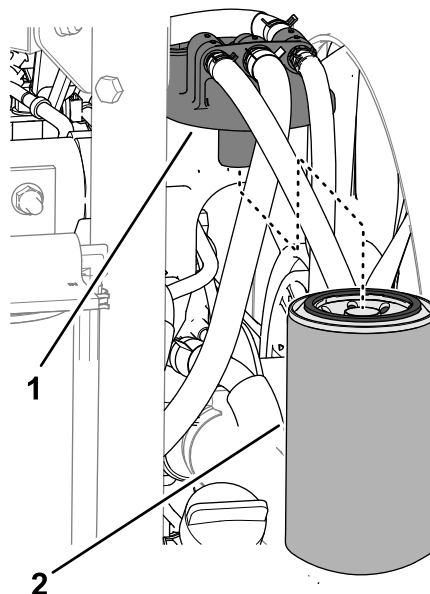

図 121
2. 燃料フィルタのヘッドの周囲をきれいに拭く **図 121**。
3. フィルタを外してヘッド取り付け部をきれいに拭く **図 121**。